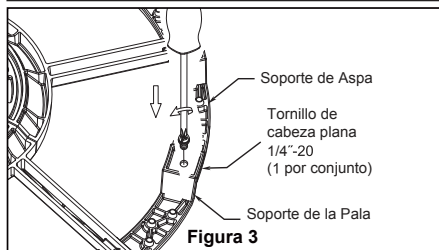

Figura 3
3. Coloque el soporte de la pala debajo de otro soporte de pala y alinee los orificios del soporte de pala con el orificio del otro soporte de pala. Asegúrese de que el soporte de la pala esté completamente asentada e instálelo con los tornillos 1/4"-20. (Figura 3)